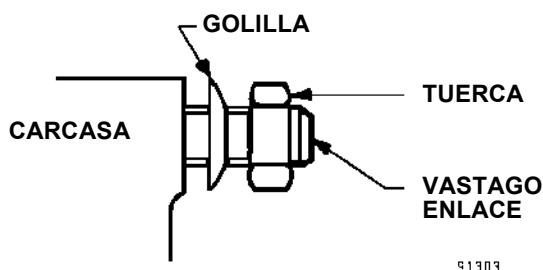

FIGURA 8-3. MONTAJE DEL VASTAGO DE ENLACE
4. Monte los cuatro tirantes de acoplamiento con la golilla cóncava entre la tuerca y la caja. Ver Figura 8-3.